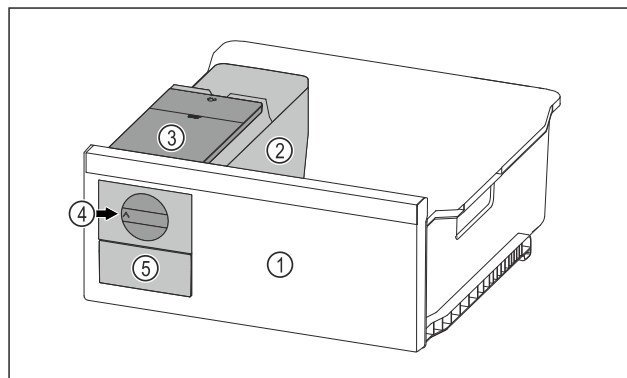

Fig. 128 Voorbeeld
- Draaiknop Fig. 128 (4) rechtsom tot aan de aanslag draaien.
- Ijsblokjes vallen uit de ijsblokjeschaal in de ijsblokjeslade Fig. 128 (5).